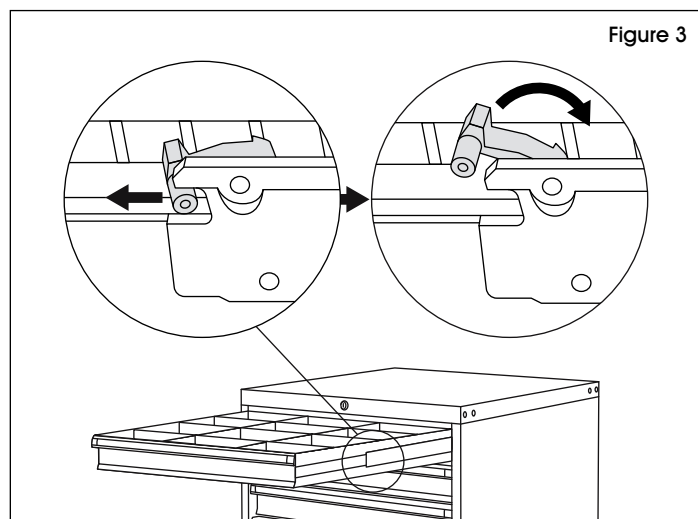

Figure 3
3. Pull latch on extended drawer slide outward and up. Repeat on opposite side. (See Figure 3)
3. Tirez le loquet de la glissière du tiroir déployé vers l'extérieur et vers le haut. Répétez l'opération de l'autre côté. (Voir Figure 3)